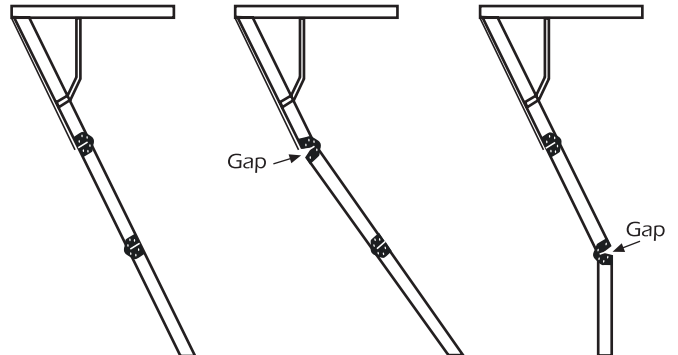

Fig. 10 – Correct Fig. 11 – Too Long Fig. 12 – Too Short
Step 13– Check to make sure of proper length. Standing on second step of the bottom section, the stairs should fit flush with the floor and all joints should be tight with no gaps (Fig. 10). If the stairs are too long (Fig. 11), trim them again. If the stairs are too short (Fig. 12), do not use them. The bottom section will have to be replaced. Contact your vendor or Bessler Stairway Company.
Etapa 14 - Revise para estar seguro de la propia longitud. Levantándose en el segundo escalón de la sección del fondo, la escalera debe caber al nivel con el suelo y todas las juntas deben de estar apretadas sin ninguna abertura. (Fig. 10). Si la escalera es demasiada larga (Fig. 11) azueluella otra vez. Si la escalera es demasiada corta (Fig. 12) no la use; la sección del fondo tendrá que ser reemplazada. Póngase en contacto con su vendedor o Bessler Stairway Company.